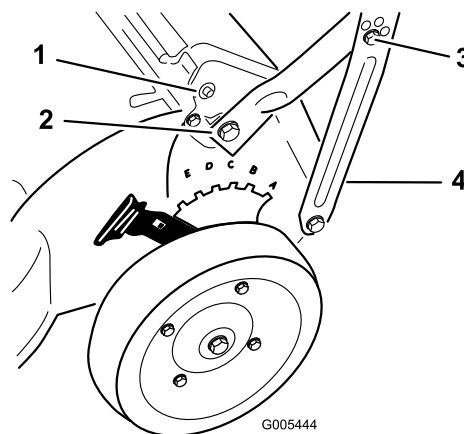

Figure 3
- Fixez le guidon au carter au moyen des boulons et rondelles déposés à l'étape 2 (modèle 22163 uniquement), mais ne les serrez pas (Figure 3).
2. Boulon et rondelle (2)
3. Boulon à tête hex. (modèle 22164 uniquement) ou boulon à tête ovale (modèle 22163 uniquement) (2)
4. Support de guidon (2)
- Fixez les supports de guidon avec 2 boulons à tête hexagonale (modèle 22164 uniquement) ou 2 boulons à tête ovale (modèle 22163 uniquement) et 2 contre-écrous (Figure 3).
Remarque: Fixez le serre-câble aussi bas que possible sur le guidon pour éviter que le(s) câble(s) ne s'accroche(nt) à la tige de volet arrière et ne gêne(nt) le système d'autotraction (Figure 3).